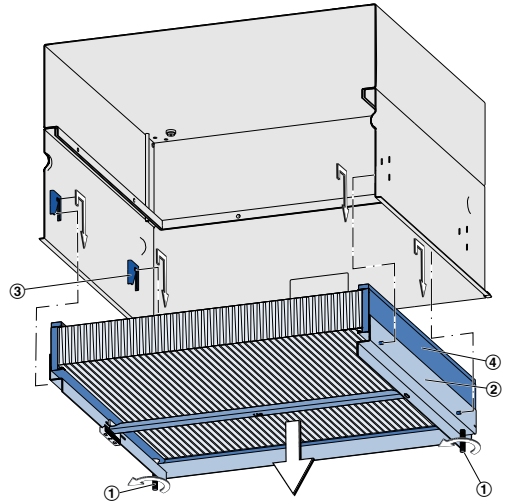

Abb. 12: Filter wechseln
2. ▶ Anpressvorrichtung herausnehmen. Dazu die vier Spannschrauben (Abb. 12/1) lösen (Innensechskant SW4). Die Anpressvorrichtung (Abb. 12/2) aus den Konsolen (Abb. 12/3) heraus heben. Anschließend nach unten entnehmen.
3. ▶ Verschmutztes Filter (Abb. 12/4) aus der Anpressvorrichtung entnehmen und im Kunststoffbeutel fachgerecht entsorgen, siehe Hinweise zur Entsorgung ☞ „Entsorgung“ auf Seite 14.